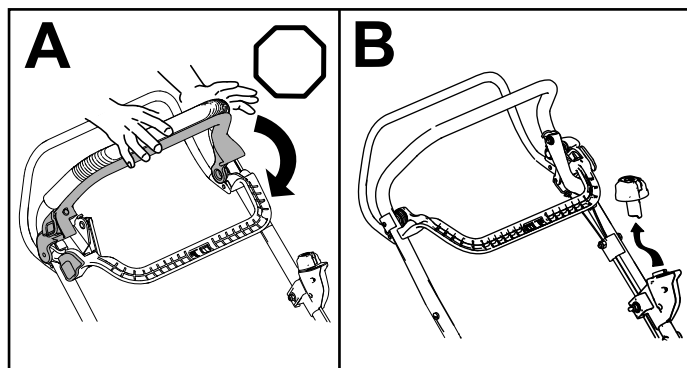

Figura 18
1. Eliberați bara de comandă pentru lamă (A din Figura 18).
2. Îndepărtați butonul de pornire electrică de la comutatorul de pornire electrică (B din Figura 18).